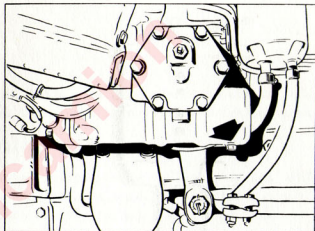

Fig. 3.14 Tapón de vaciado.
- Sacar el tapón de vaciado (fig.3.14), girar el volante a la izquierda hasta la posición de topé. Poner en marcha el motor y dejarlo funcionar como máximo 10 segundos, hasta que el aceite sea vaciado totalmente. Sacar el elemento filtrante del depósito. Aceitar el soporte del filtro y montar un nuevo filtro.